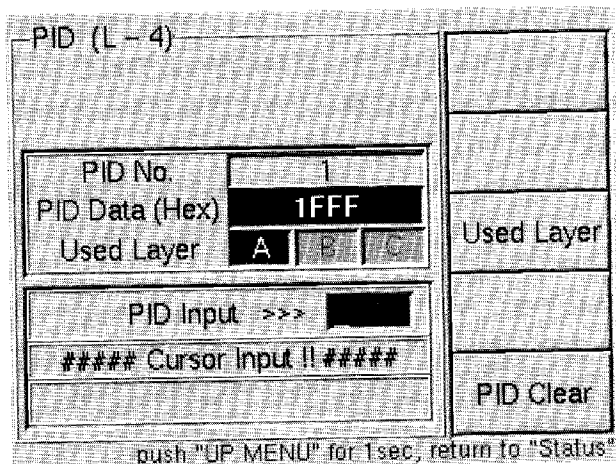

図5-8 PID入力および階層設定
- (2) PID\_Set (F1) で図5-8の設定画面に入ります。
- (3) DATA ENTRYの↑↓キーを押すと0~9、A~Fを巡回しますので、一桁ずつ設定します。→で桁を確定します。←文字キャンセルする場合は←キーを押します。全ての桁をキャンセルするには、ALL CLEARを押します。
- (4) 図5-8のように「1FFF」と設定するには下記のように操作します。